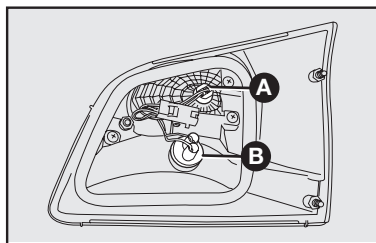

fig. 50
A-fig. 50: luz de posición trasera.
B-fig. 50: luz de marcha atrás.
2) Para sustituir la lámpara de la luz de posición, tire del portalámpara **A-fig. 50**, tire de la lámpara fijada a presión y sustitúyala.
3) Para sustituir la lámpara de la luz de marcha atrás, gire el portalámpara **B-fig. 50** en el sentido antihorario, tire de la lámpara fijada a presión, sustitúyala y recoloque el portalámpara, girándolo en el sentido horario.